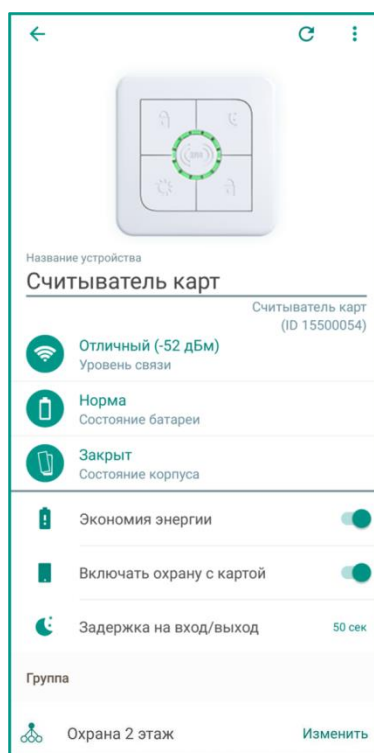

Рисунок 13.1 – Экран настройки пульта
1. В приложении на экране настройки пульта (в строке *Уровень связи*, см. рисунок 13.1).
Экран настройки пульта (см. рисунок 13.1) позволяет посмотреть:
Текущие параметры работы отображаются на экране настройки пульта (см. рисунок 13.1):
На экране настройки пульта (см. рисунок 13.1) доступны следующие настройки: